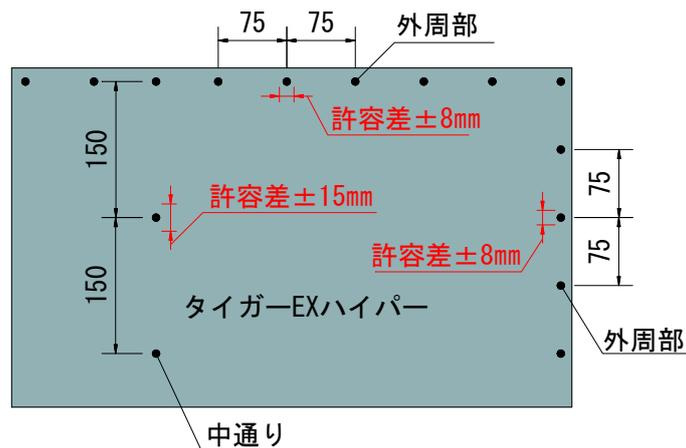

図 2 マーキングからのずれの許容差について
- ・くぎ留め間隔は、外周部で 75mm（マーキングからのくぎのずれの許容差： $\pm 8\text{mm}$ ）以下、中通りで 150mm（マーキングからのくぎのずれの許容差： $\pm 15\text{mm}$ ）以下としてください（図 2 参照）。